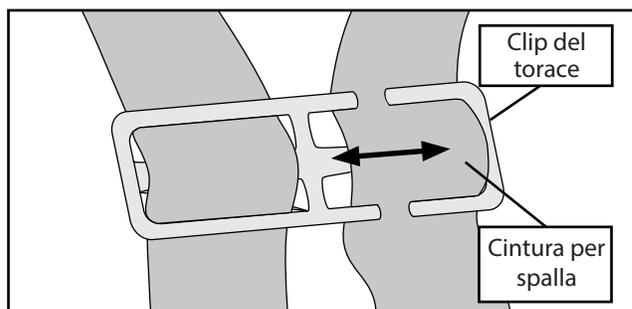
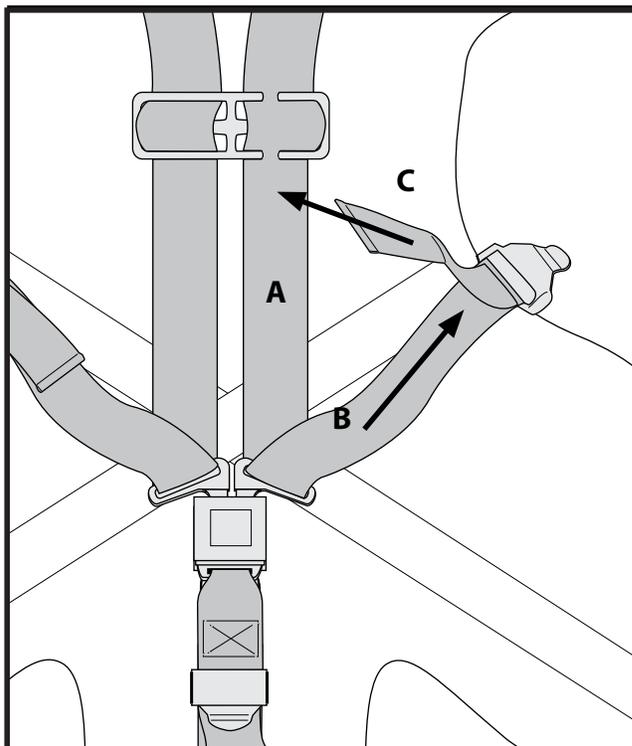

Figura 5 - Fissare una delle cinture per la spalla
Figura 6 - Fissare una delle cinture per la spalla
7. Infilare la cintura per la spalla a sinistra del paziente nella clip del torace (figura 5), quindi far scorrere la clip fino all'altezza dell'ascella. Per stringere le cinture delle spalle e del torace, vedere la figura 6 e seguire questo procedimento:
- Stringere la cintura (A) sulla spalla e sul torace tirando la parte B con una mano e mantenendo ferma la fibbia centrale con l'altra.
- Stringere la cintura sul torace (B) tirando l'estremità C con una mano e mantenendo ferma la fibbia centrale con l'altra.